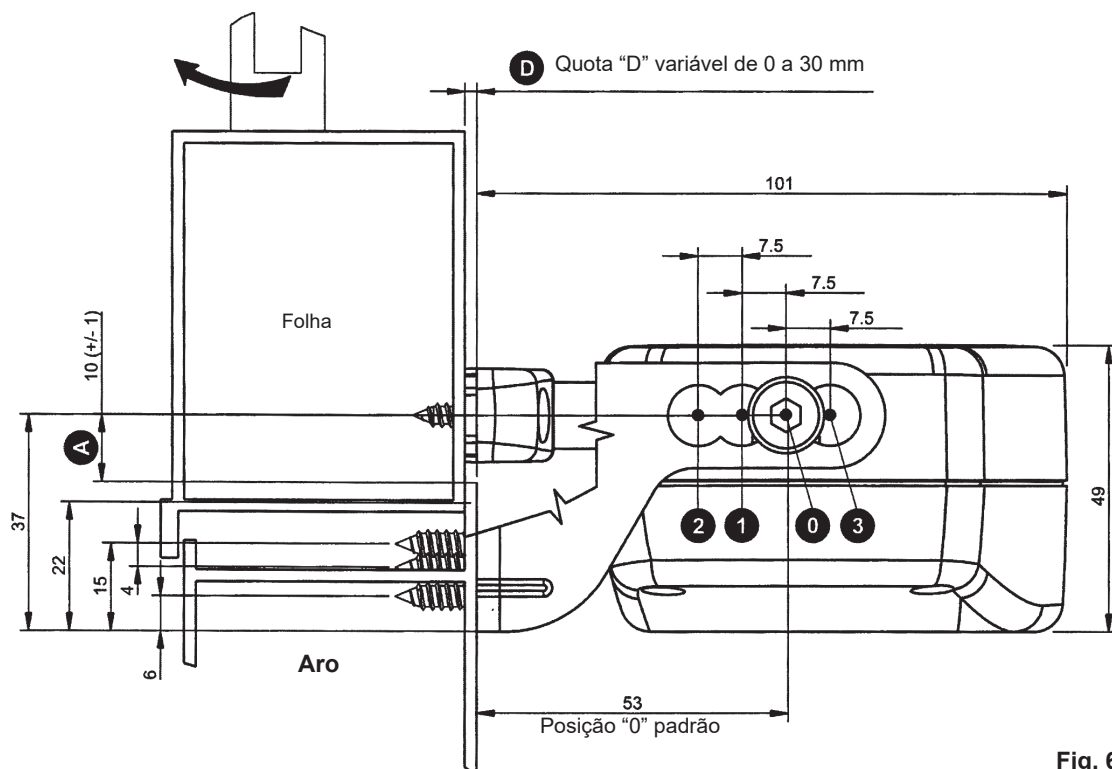

Fig. 6a - Dimensões em mm
- CERTIFIQUE-SE DE QUE A DISTÂNCIA "D" ENTRE O ARO DO CAIXILHO (EM QUE ESTÁ PREVISTA A FIXAÇÃO DO ACTUADOR) E A FOLHA DO CAIXILHO (EM QUE ESTÁ PREVISTA A FIXAÇÃO DO SUPORTE) ESTÁ COMPREENDIDA ENTRE 0 mm E 30 mm. PARA A MONTAGEM PROJECTANTE (V. FIG.6a) E ENTRE 0 mm E 22 mm PARA A MONTAGEM BASCULANTE (V. FIG.6b).
10) Fig. 19 - Fixe com os dois parafusos fornecidos (Ref. 1) o actuador ao suporte de fixação ao caixilho na posição mais adequada com base no valor da dimensão excedentária “D” (V. Fig. 6a) e fixe o parafuso de regulação do terminal da corrente (Fig. 18 - Ref. 3);